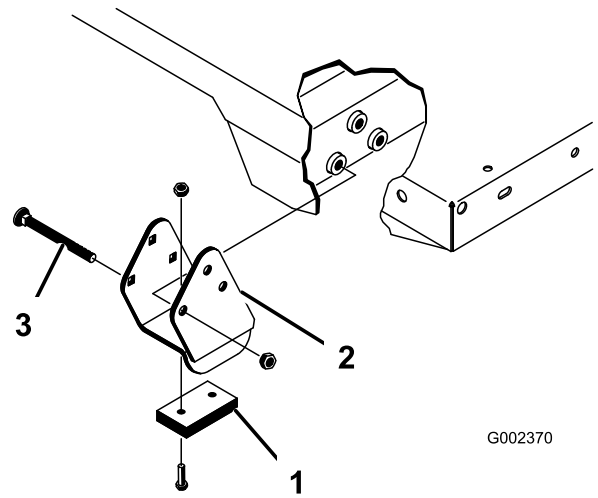

Figure 24
Les supports entretoises et les cales d'usure (Figure 24) doivent être montés avec les têtes des boulons à l'intérieur de la machine.
2. Placez le plateau sur le cadre de la machine avec précaution, en alignant les trous des plaques de pivot arrière sur ceux du profilé arrière du cadre, puis installez les 2 axes de chape et les goupilles à anneau (Figure 24).
4. Insérez l'axe de chape par l'extérieur du plateau en dirigeant la goupille à anneau vers l'extérieur (Figure 24).